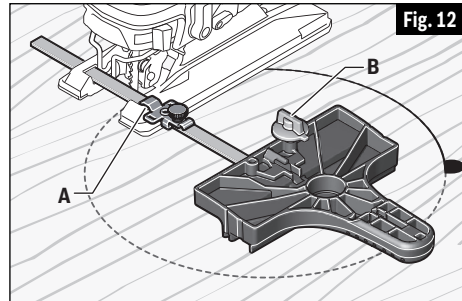

Fig. 12
- Inserte la barra de la guía a través de una abrazadera y luego a través de las ranuras provistas en el pie, desde cualquiera de los dos lados del pie, (Fig. 12). (Si es posible, coloque una segunda abrazadera sobre la barra desde el lado opuesto de la sierra caladora.)